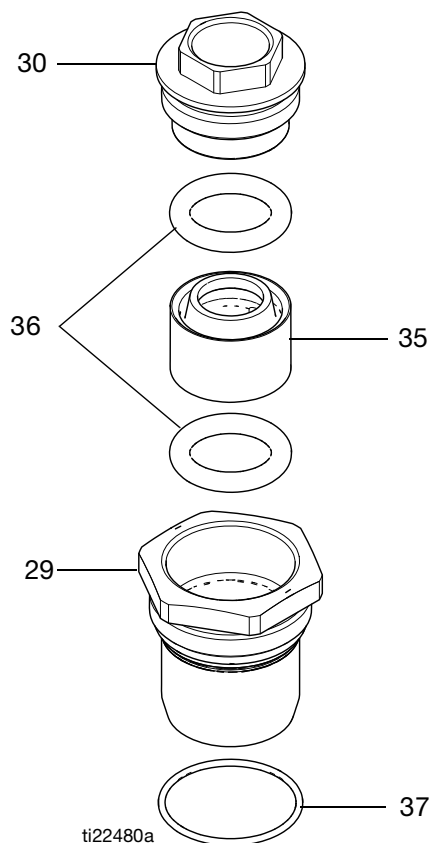

**FIG. 3. Desmontaje o montaje del fuelle**
5. Retire la junta tórica del fuelle (19).
**NOTA:** El conjunto de fuelle incluye la tuerca de fuelle (25), el fuelle (14), la junta tórica (23 y 24) y el manguito del fuelle (22). Para desmontar, consulte el apartado **Desmontaje del conjunto del fuelle** en la página 8 y la FIG. 3. en la página 9.
7. Retire los cuatro tornillos con cabeza para llave (33) de la base de la cámara del fuelle (13). Levante la cámara del fuelle hacia arriba desde el alojamiento de salida de fluido (8). Tenga cuidado de no dañar el eje de pistón (3).
Consulte la FIG. 3., página 9.
7. Retire la junta tórica del fuelle (19). Consulte la FIG. 3., página 9.
8. Retire el conjunto del fuelle de la cámara del fuelle (15). Retire la junta tórica (23).